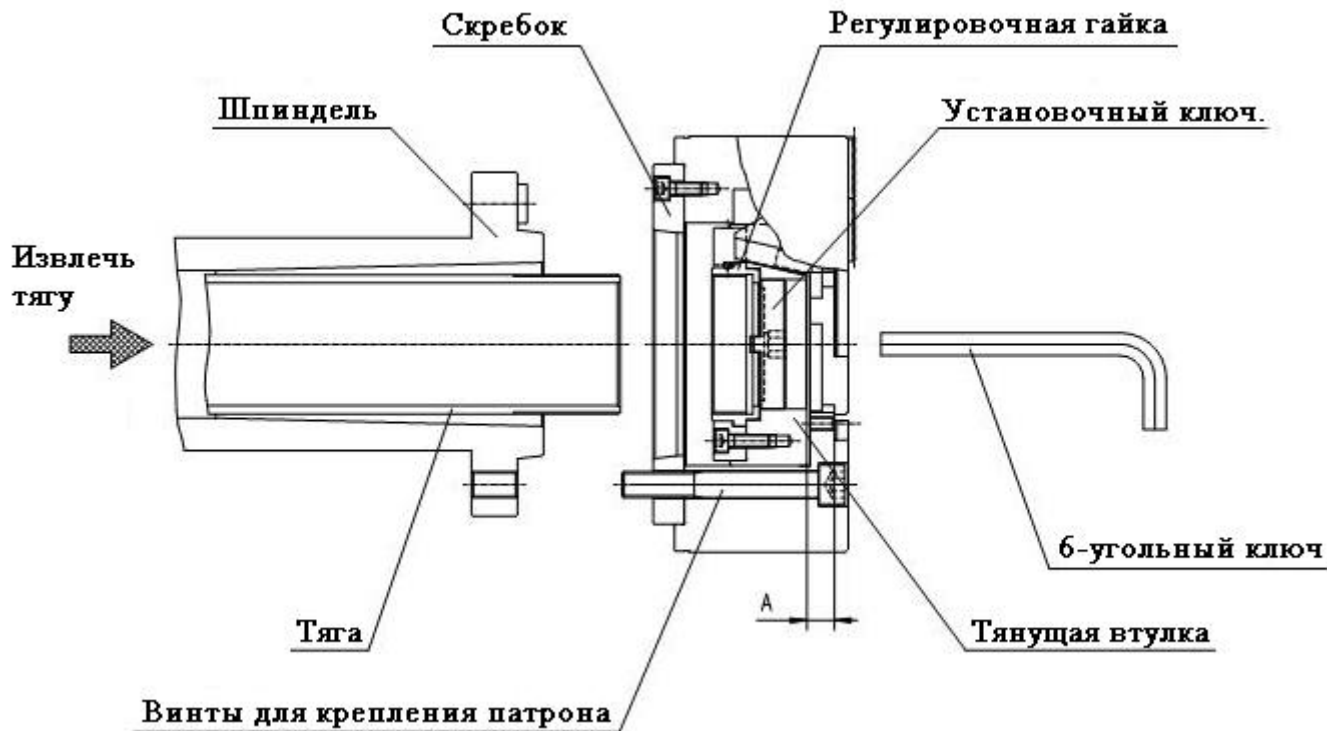

Рис. 11 Монтаж патрона
(3) Подключить патрон к тяге.
- Демонтировать верхние кулачки и крышку, чтобы можно было вставить установочный ключ в сквозное отверстие патрона. Закрепить патрон к тяге путем ввинчивания регулировочной гайки (рис. 11).
Положение тянущей втулки устанавливается путем прокручивания регулировочной гайки установочным ключом (см. Рис. 11)
- в правильном положении тянущей втулки при выдвинутом максимальном вперед штоке поршня цилиндра размер "А" от торцевой поверхности крышки (см. Рис. 11) должен быть равен значению, указанному в Таб. 7.
(6) Повторно установить крышку и проверить биение патрона.